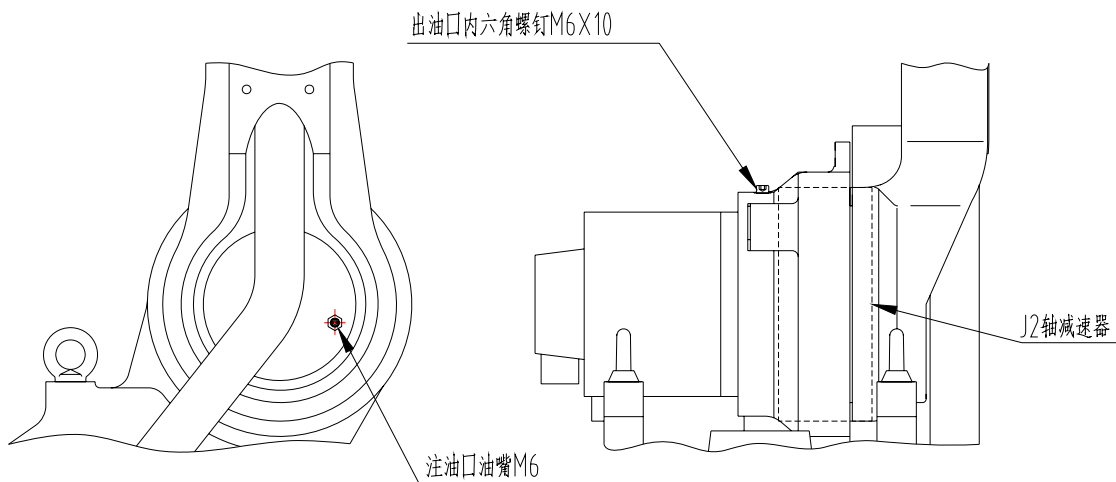

图 14 J2 轴减速机局部结构
(1) 油脂补充步骤 (参考 图 14 J2 轴减速机局部结构)
- ④ 安装排油口堵塞前, 运动 J2 轴几分钟, 使多余的油脂从排油口排出;
- ⑤ 用布擦净从排油口排出的多余的油脂, 在排油口安装堵塞。堵塞的螺纹处要缠生胶带并用扳手拧紧。
(2) 油脂更换步骤 (参考 图 14 J2 轴减速机局部结构)